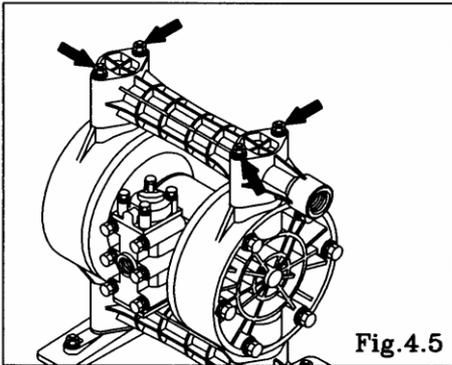

Fig.4.5
- Retire las 4 tuercas retenedoras del lado superior de los tirantes y quite el colector de salida. [Fig. 4.5]